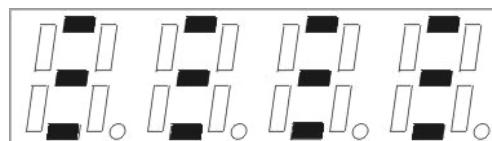

Рисунок 25
- Нажать кнопку «ВЫБОР СКОРОСТИ» для записи значения времени задержки в память прибора. В процессе записи на экране присутствуют три ряда штрихов (рисунок 25).